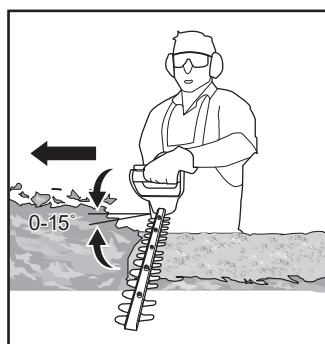

Fig. 7
- Depois de cortar dos lados, avance para o topo. Tente manter o dispositivo de corte num ângulo de aproximadamente 15° em relação à superfície a cortar (Fig. 7).